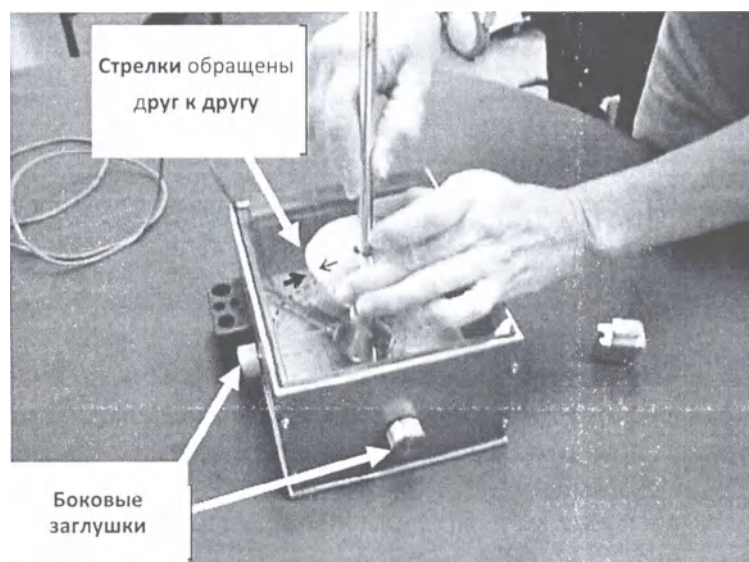

Рис. 7: Установка поверхностного аппликатора и замковой обоймы
При использовании моделей экранированного набора для проверки аппликаторов для поверхностного облучения с отверстиями в боковых стенках монтажного корпуса следует убедиться, что обе боковые заглушки ввинчены в монтажный корпус (см. Рис. 7).
- Через верхнюю экранирующую панель установите замковую обойму аппликатора и желоб для размещения источника РИ, после чего выровняйте желоб по центру с помощью установочных колец на плоскопараллельной панели. Стрелка на замковой обойме и стрелка на верхней экранирующей панели должны располагаться одна против другой (см. Рис. 7).